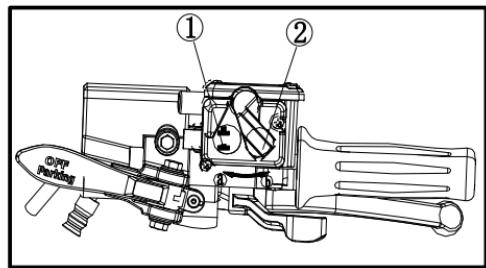

Рис.2 Флажок ② в положении⑤
Переключатель блокировки дифференциала переднего моста "LOCK" / "4WD" Рис.2 поз.①